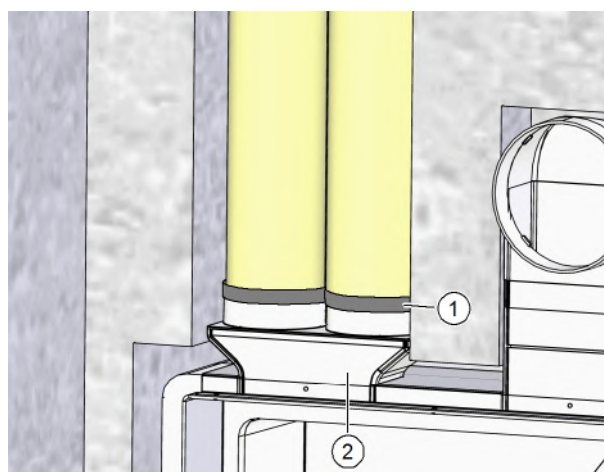

Abb. 25: Flexrohrverbindung mit Dichtband fixieren
- ▶ Setzen Sie die Flexrohre in die Öffnungen des Flexrohranschlusses ein und dichten Sie die Verbindungsstelle mit einer Lage Dichtband von 30 mm Breite ab (Pos. 1 in Abb. 25) oder setzen Sie Dichtringe ein. Diese sind als Zubehör M-WRG-FR-DR75 (Art.-Nr. 5056-41/75) oder M-WRG-FR-DR63 (Art.-Nr. 5056-41/63) für die entsprechenden Durchmesser erhältlich.
- ▶ Setzen Sie den Flexrohranschluss (Pos. 2 in Abb. 25) in die Öffnung am Mauerkasten ein.